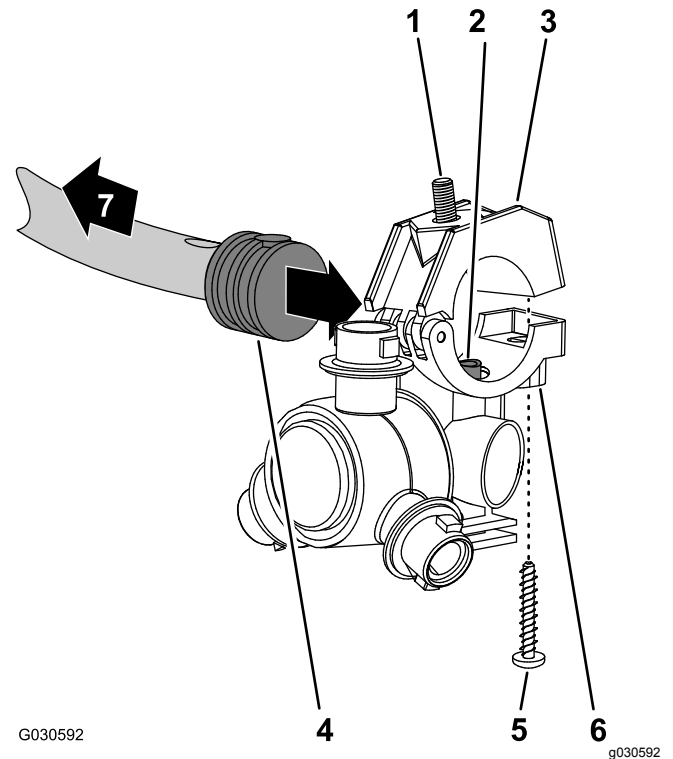
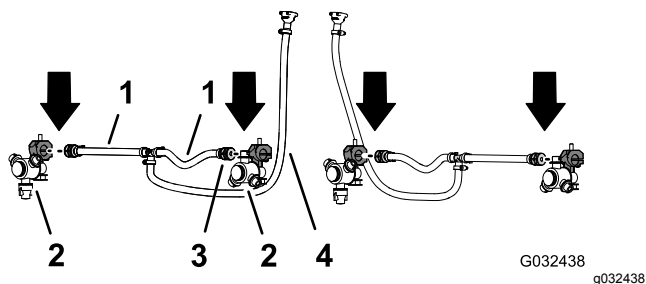

Figure 79
Figure 80
2. Avec les 2 buses de pulvérisation provenant du kit de finition du système de pulvérisation GeoLink, retirez la vis en acier inoxydable qui fixe le demi-collier supérieur au demi-collier inférieur (Figure 79).
l'ensemble flexibles (vanne de pulvérisation 5 ou 6) pour la section de rampe centrale (Figure 79 et Figure 80).
- Alignez le tube de transfert dans le demi-collier inférieur d'une buse de pulvérisation (Figure 79) et le trou dans le côté de l'anneau cannelé simple (1/2").
- Fermez le demi-collier supérieur autour de l'anneau cannelé et fixez le demi-collier et le corps de la buse de pulvérisation (Figure 79) avec la vis en acier inoxydable (n° 12 x 1-1/4") ; serrez la vis en acier inoxydable à un couple de 14 à 18 N·m.
- Avec la buse de pulvérisation, le boulon à tête hexagonale et la vis en acier inoxydable que vous avez retirés aux opérations 1 et 2 de **Dépose des buses de pulvérisation** (page 34), répétez les opérations 3 à 5 pour l'anneau cannelé simple (Figure 79 et Figure 80) au bout de l'autre flexible (25 cm).
- Avec les 2 buses de pulvérisation que vous avez retirées à l'opération 4 de **Dépose des buses de pulvérisation** (page 34), répétez les opérations 3 à 5 pour l'anneau cannelé simple de l'autre ensemble flexibles (vanne de pulvérisation 5 ou 6) pour la section de rampe centrale (Figure 79 et Figure 80).